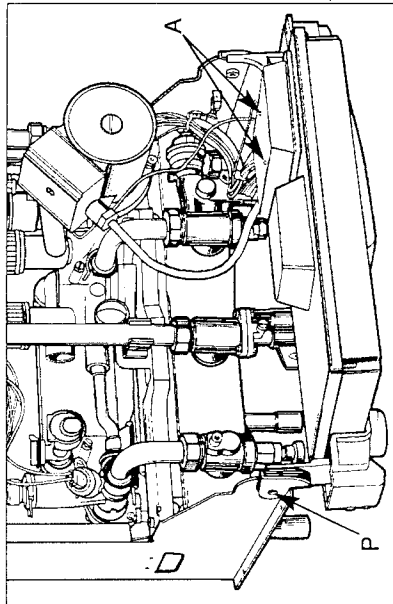

Fig. 11
- Dévisser les deux vis «A» (fig.11) de fixation du capot de protection des raccords électriques,